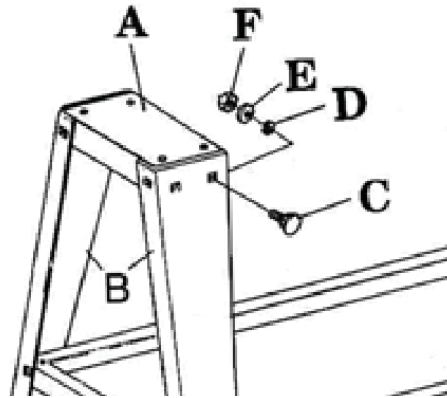

Рис. 2
- Прикріпіть верхню підставку (А) до підпори (В) використовуючи 3 болти М8х16 (С), три плоских шайби (D), три шайби (Е) та три шестигранних гайки (F).
- Верхня підставка повинна розташовуватися усередині підпори (Рис. 2).